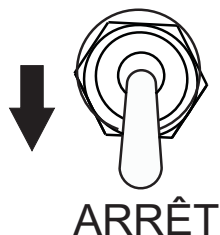

Figure 27. l'interrupteur de fonctionnement (ARRÊT)
4. Pour arrêter le moteur, placer l'interrupteur de fonctionnement de la génératrice (Figure 27) en position **ARRÊT**.